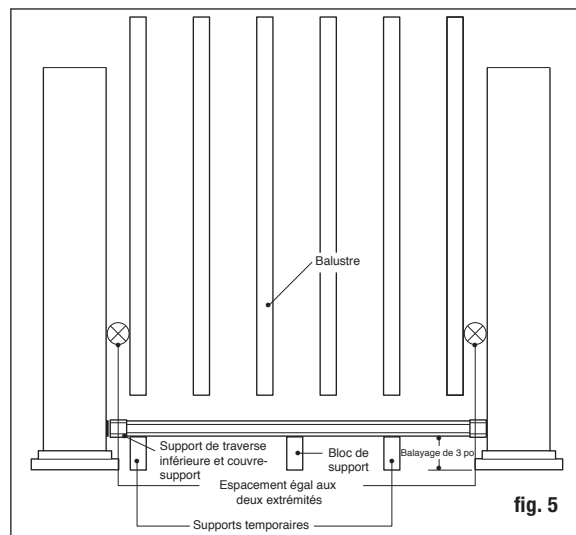

fig. 5
Étape 6 Mesurez la distance entre les manchons de poteaux installés pour déterminer la longueur des traverses du haut et du bas. Placez la traverse inférieure en position près des poteaux et ajustez afin que la distance entre le premier trou de balustre et le poteau soit plus élevée que 5 cm (2 po), puis égale aux deux extrémités (voir la fig. 5). Marquez la traverse. Coupez la traverse du bas. Coupez la traverse du haut à la même espacement et longueur.
Étape 10 Placez les couvre-supports et support de traverse aux extrémités de la traverse supérieure. Positionnez la traverse du haut en plaçant les balustres à l'intérieur des trous fraisés, tout en travaillant d'une extrémité à l'autre. Vérifiez que la traverse est à niveau. En utilisant le support comme guide, marquez la position des vis sur le manchon de poteau et sur les deux extrémités de la traverse. Percez des trous de guidage de 1/8 po dans le manchon de poteau et la traverse. Fixez le support au manchon de poteau grâce à des vis à tête carrées n° 8-15 x 2" - n° 2, puis fixez le support à la traverse en utilisant des vis à tête carrées autotaraudeuses n° 10-16 x 3/4" - n° 2 (fig. 5).